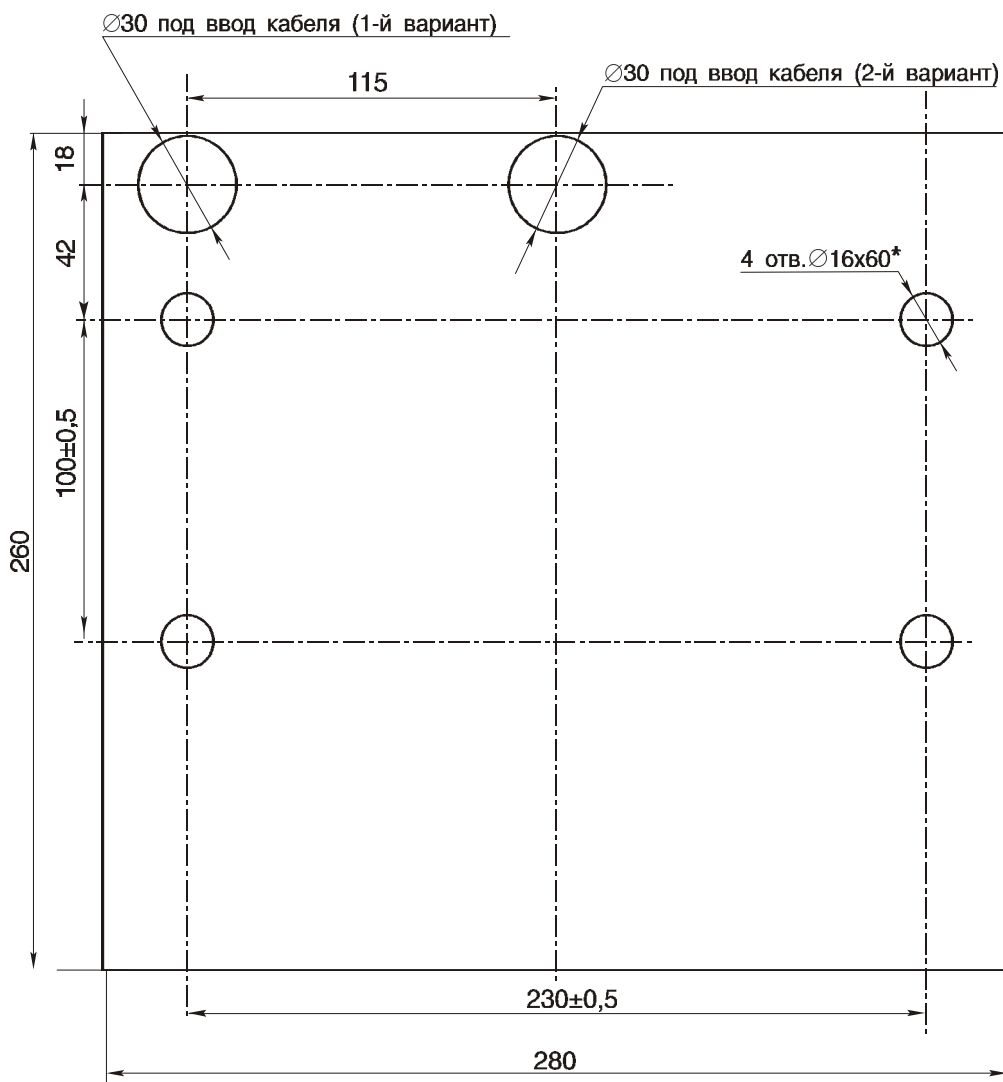

Рис. 5 Разметка отверстий в полу под крепление стойки турникета PERCo-T-04W и ввод кабеля
8.3.2. Подготовьте в полу отверстия под гайки анкерных болтов (16) (см. рис. 1). Разметка отверстий в полу для крепления стойки турникета (1) и на стене для крепления блока управления (3) должна соответствовать рис. 5 и 6.
8.3.3. Вставьте гайки анкерных болтов в эти отверстия так, чтобы они не выступали над поверхностью пола. Установите стойку и закрепите её болтами (16). Установите заглушки (5).
При необходимости прокладки кабеля (7) стойки турникета под поверхностью пола, подготовьте в полу отверстие, соответствующее месту ввода кабеля стойки турникета (7) и кабеля питания системы терморегуляции (19) (вариант 1 или 2 на рис. 5). Крепление стойки турникета (1) (см. рис. 1) производите после прокладки кабелей (7) и (19).
8.3.4. С планшайбы (11) стойки турникета (1) снимите крышку, отвернув центральный винт. Отверните фиксирующий болт (18), установленный на преграждающей планке (2). Установите преграждающую планку в соответствующее посадочное место на планшайбе (11) стойки турникета и зафиксируйте преграждающую планку (2) болтом (18). Под головку болта установите пружинную шайбу.